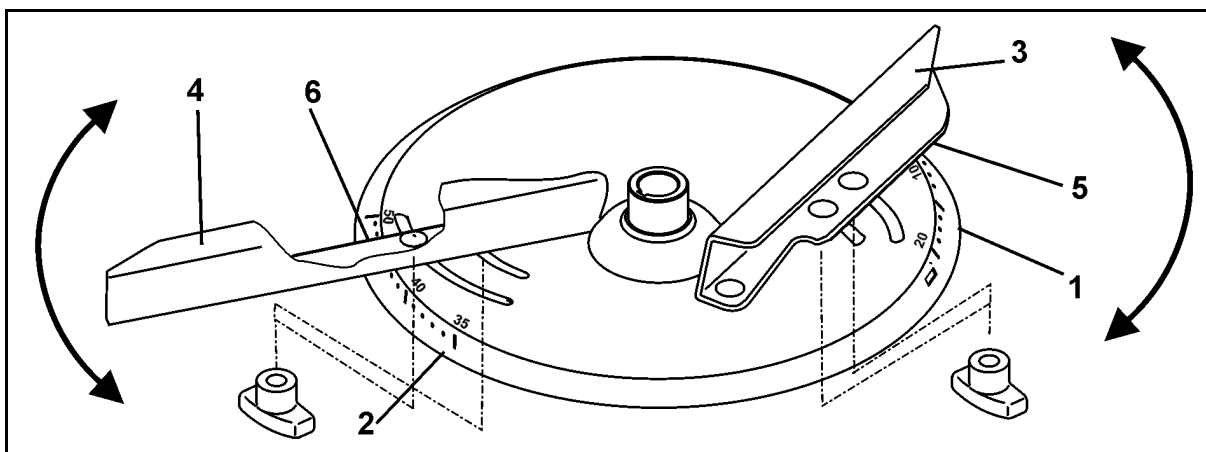

Fig. 71
1. Grensespredning ifølge gjødslingsforskriftene (Fig. 71):